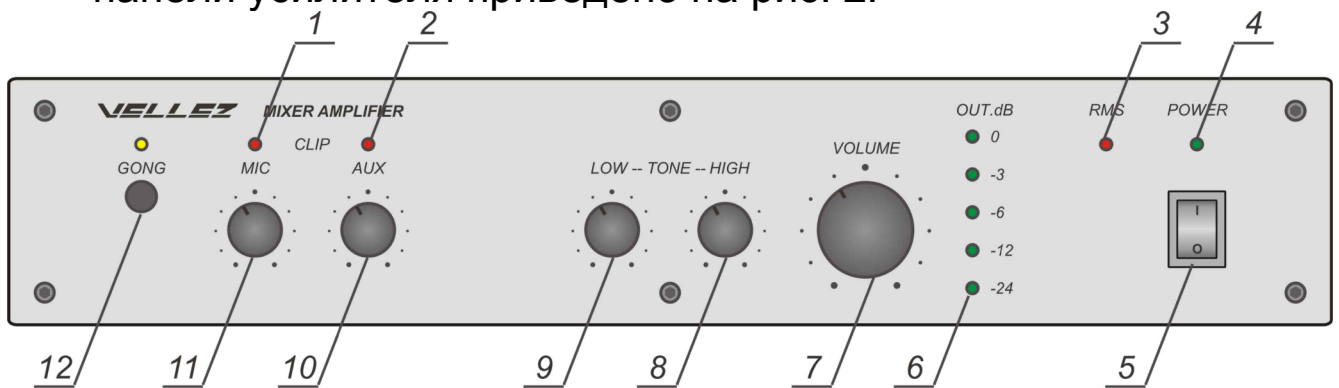

Рисунок 2
- 8.1 Размещение органов управления и индикации на передней панели усилителя приведено на рис. 2.